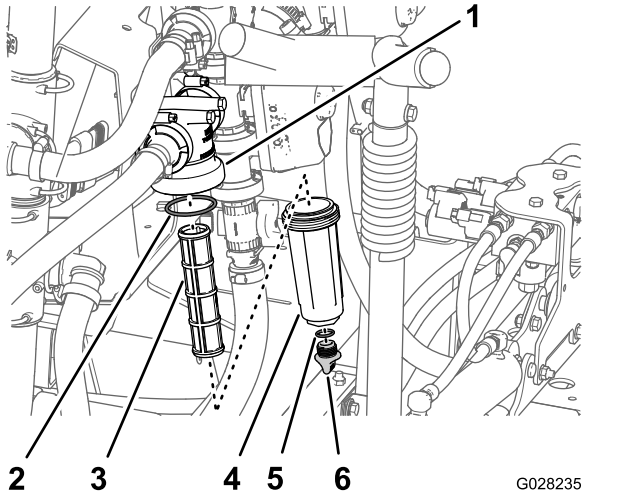

图 52
2. 在压力式滤清器下放置一个排放盘图 52。
3. 逆时针旋转排油盖然后将其从压力式滤清器的油碗中取出图 52。
4. 逆时针旋转油碗然后拆下滤清器头图 52。
5. 拆下压力式滤清器的滤芯图 52。
7. 检查排油塞的垫片在油碗内侧和油碗的垫片在滤清器头内侧是否有磨损和损坏图 52。
8. 将压力式滤清器滤芯安装到滤清器头中图 52。
9. 将油碗安装到滤头上并用手紧固图 52。
10. 将排油盖安装到油碗底部的接头上然后用手拧紧排油盖图 52。